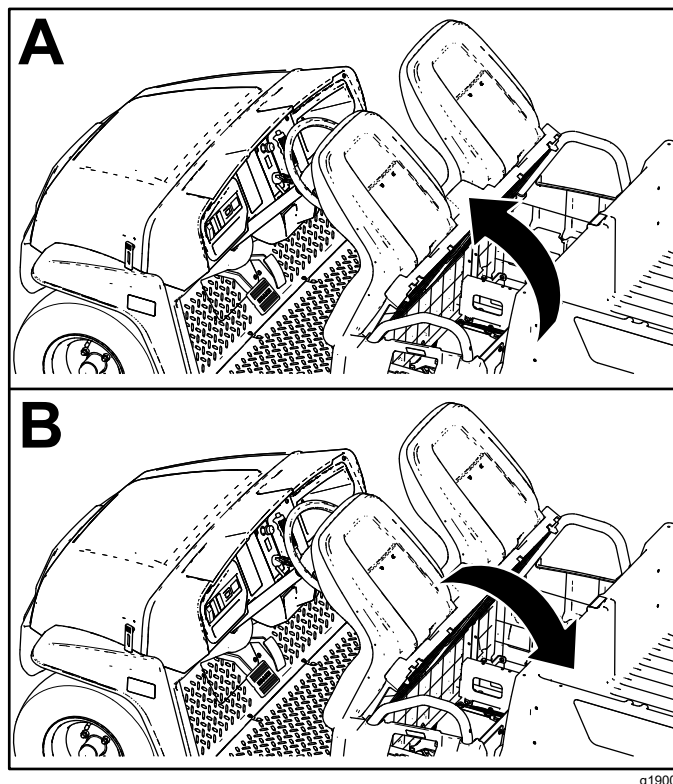

Figura 27
Per sollevare il gruppo sedile, spingetelo in avanti fino ad appoggiarlo al volante (Figura 27).
Per abbassare il gruppo sedile, spingetelo indietro fino a riportarlo nella posizione originale (Figura 27).
1. Spingete il gruppo sedile in avanti in posizione di sollevamento (**Figura 27**).